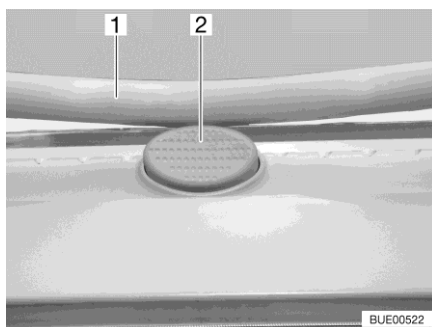

Fig. 120 Bottone di sicurezza (oblò Heki)
- Premere il bottone di sicurezza (Fig. 120,2) e tirare verso il basso la staffa (Fig. 120,1) con entrambe le mani.
- Premere la staffa verso l'alto con ambedue le mani, finché la staffa non poggia al di sopra del bottone di sicurezza (Fig. 120,2).